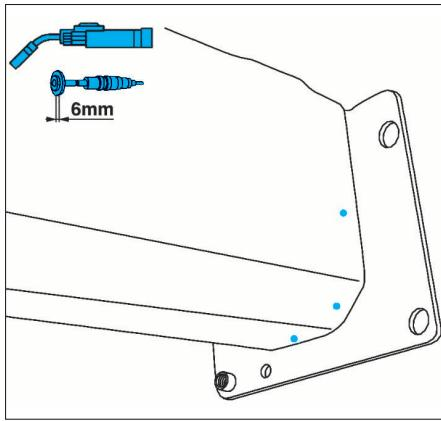

FIG. 18
- Après ajustage, souder au MIG ou avec une pointeuse électrique (Fig.18 à 21) puis meuler.